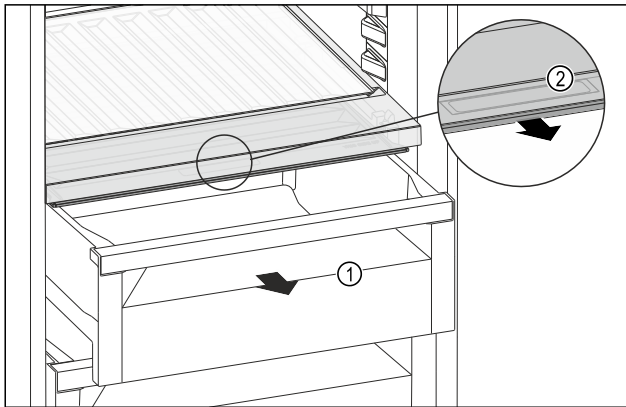

Fig. 122
- Retirer le tiroir Fig. 122 (1).
- Saisir la poignée encastrée Fig. 122 (2) du couvercle du compartiment et tirer le couvercle du compartiment par l'avant.